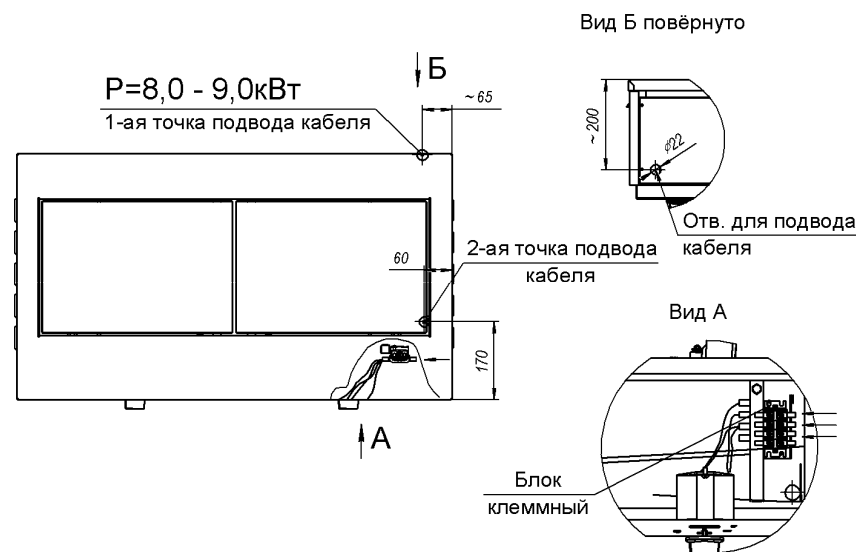

Рис.5
Рекомендуем, подвод электропитания к плите производить, скрытой в полу, трубной разводкой. Диаметр трубы – не менее 1/2" (Ø=22мм), (см. рис.5). Электропровода, заводимые в плиту, до блока клеммного, должны иметь термоустойчивую изоляцию, с температурой длительной эксплуатации не менее 150°C.
6.8 Подвод электропитания к плите произвести через автоматический выключатель типа АЕ, АП или аналогичный. Блок клеммный, для подключения плиты к электросети, расположен за правой облицовочной панелью шкафа (см. рис.5).